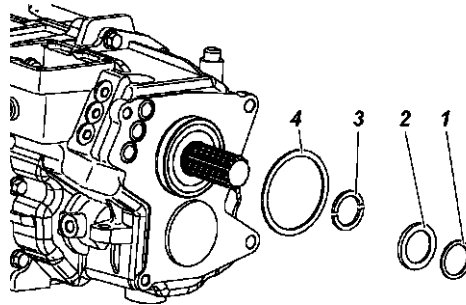

Рис. 6.10. Снятие колец:
10. Снимите стопорное кольцо 4 подшипника вторичного вала (рис. 6.10), стопорное кольцо 1, защитное кольцо 2, и два стопорных полукольца 3.